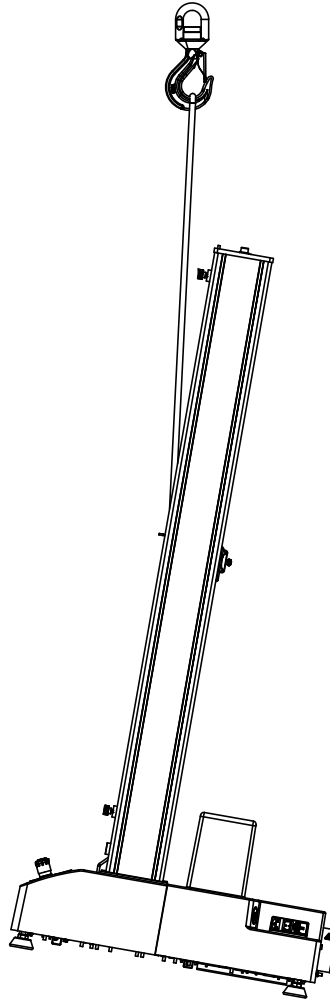

Figura 12. Sollevamento del telaio di prova di carico con una gru
1. Attaccare la fascia di sollevamento alla traversa e fissarla al gancio della gru in modo tale che l'imbracatura si estenda verticalmente dalla parte ANTERIORE della traversa come mostrato in Figura 12 a pagina 65. Se si utilizzano catene al posto di fasce di sollevamento, avvolgere la traversa con materiale protettivo in modo da evitare graffi e danni di vario tipo.